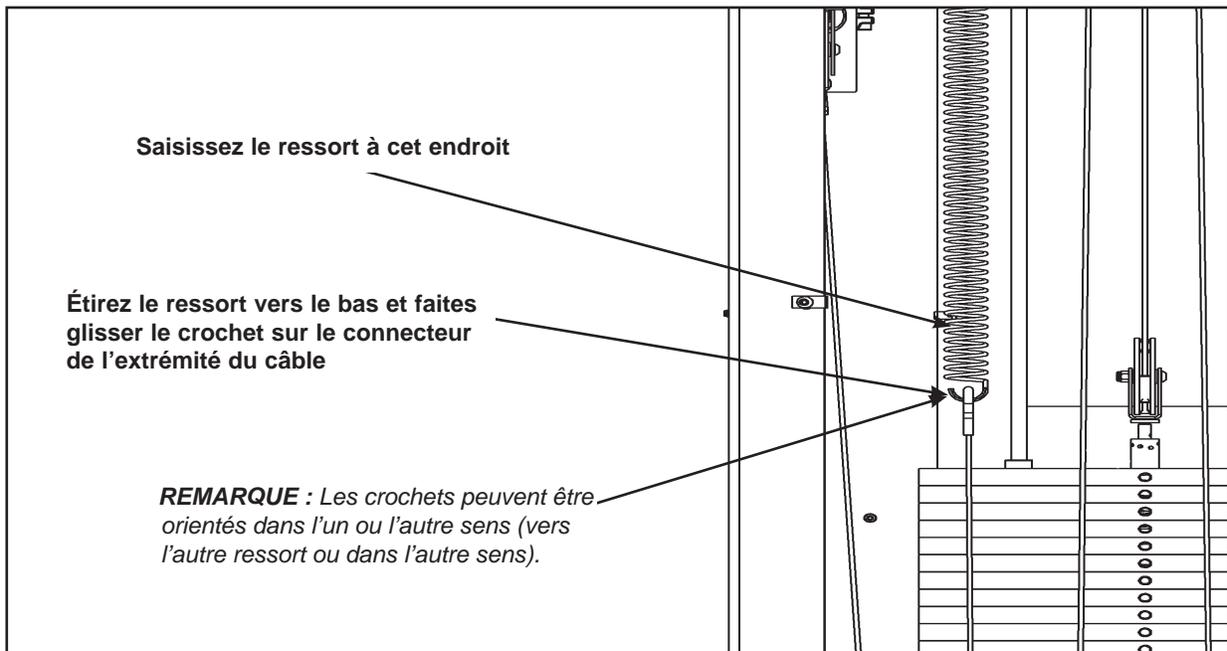

Figure 10
8. Reconnectez l'extrémité inférieure de chaque ressort (reportez-vous aux étapes 8A à 8D et à la figure 10).